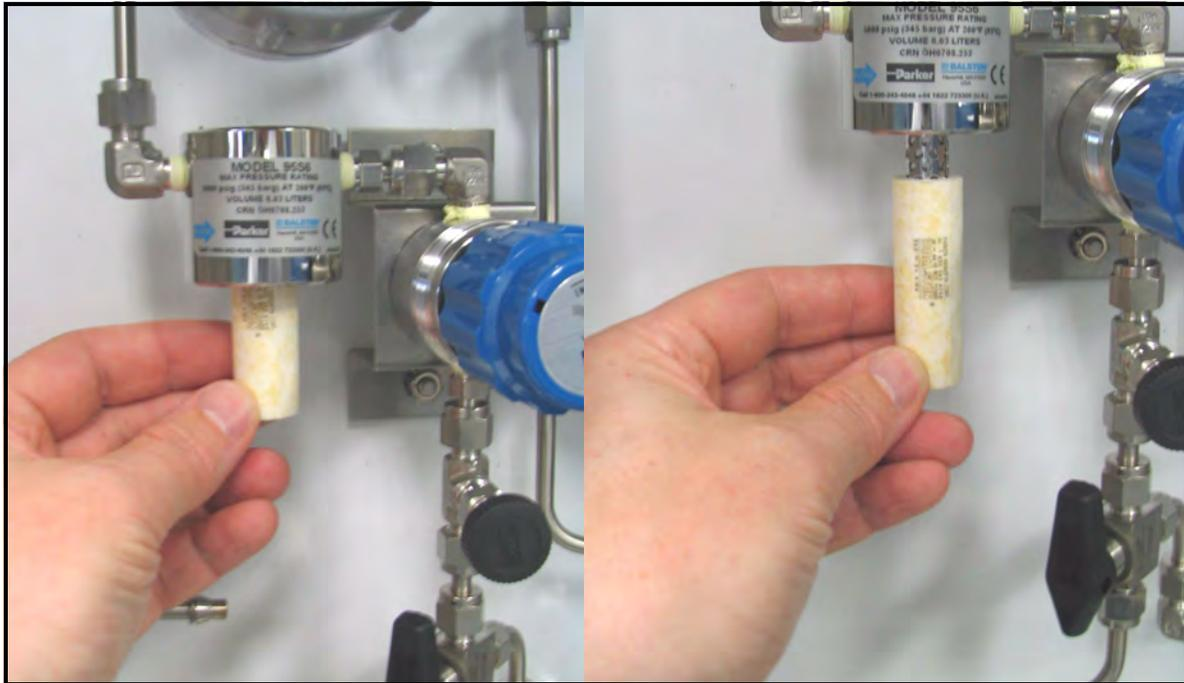

Figura 83: Removendo o Elemento Aderente/Filtro
5. Remova o antigo elemento aderente/filtro (ver Figura 83).